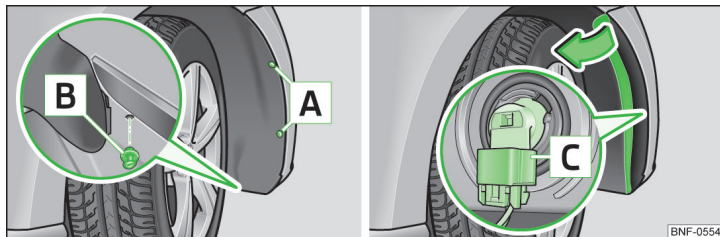

Fig. 132 Pære til tågeforlygte
- Skru skrue A » Fig. 132 ud af hjulkassebeklædningen med skruetrækkeren fra bilens værktøj.